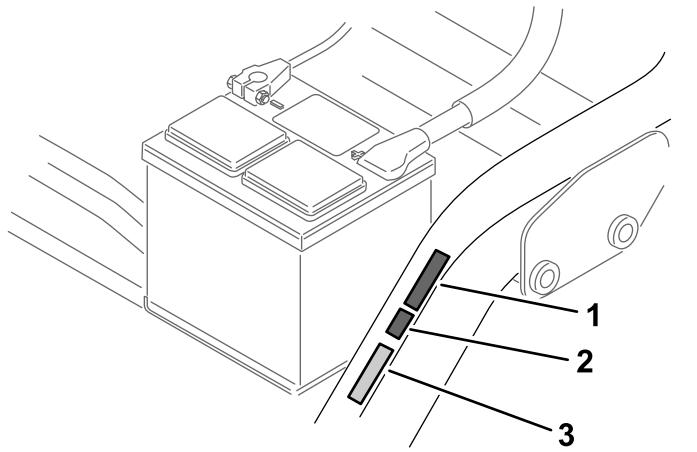

Figura 14
- Coloque o autocolante CE do ano de fabrico junto do autocolante de conformidade CE (Figura 14).
- Coloque o autocolante de conformidade CE junto da placa do número de série (Figura 14).